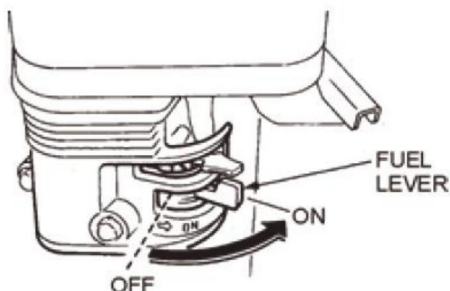

FIG.6
9.1 Coloque la palanca de la válvula de combustible del motor (FIG. 6) en la posición "ON".